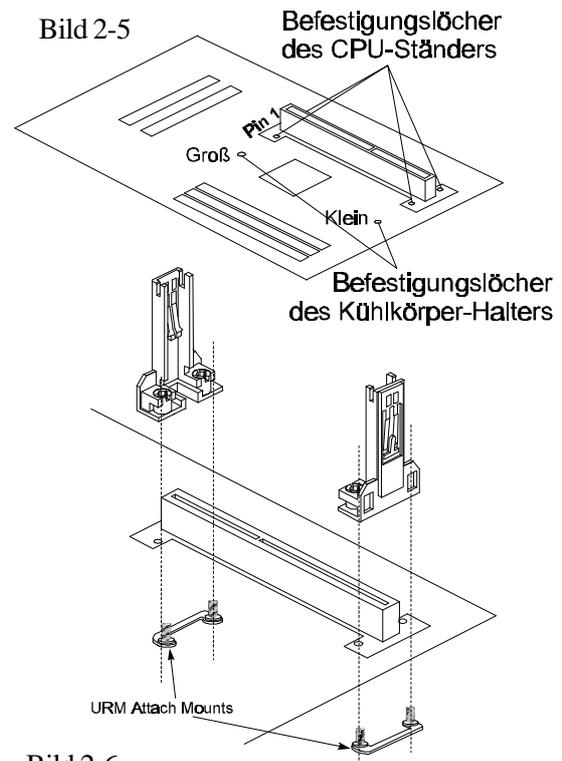

Bild 2-6
2. Die CPU-Ständer werden von der Oberseite des Mainboards an beide Seiten des Slot 1 gesetzt. Die beiden Befestigungsbügel werden von der Unterseite des Mainboards durch die Befestigungslöcher gesteckt, wie in Bild 2-6 gezeigt ist.